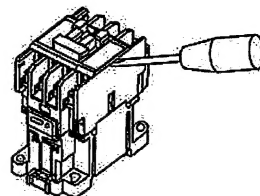

図12
- (1) 運転後は早めに初期点検し、その後は定期的に点検してください。
- (2) 端子の締付ねじは定期的に締め直してください。
- (3) 点検時、接点表面が黒化または凹凸ができていても、接点性能には問題ありませんので、磨いたり油を塗布したりしないでください。もとの接点面積の一部に台金が露出した時点で交換してください。
- (4) コイルの交換や主接点の点検を行う場合は「保守点検マニュアル・パーツリスト」により実施してください。なお、補助接点は接点交換できません。
- (5) 「保守点検マニュアル・パーツリスト」が必要な場合はご要求ください。
7.3 消弧カバーの取外し (図12)